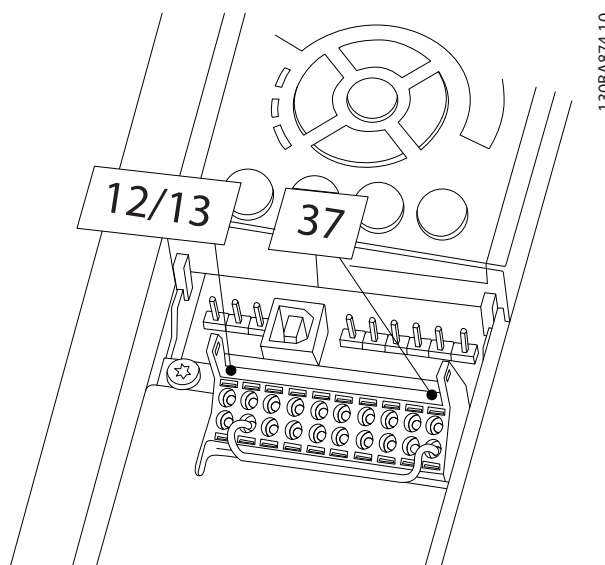

图 2.2 端子 12/13 (24 V) 与 37 之间的跳线
1. 取下端子 37 与 12 或 13 之间的跳线。仅断开该跳线还不足以避免短路。（请参阅图 2.2 中的跳线。）